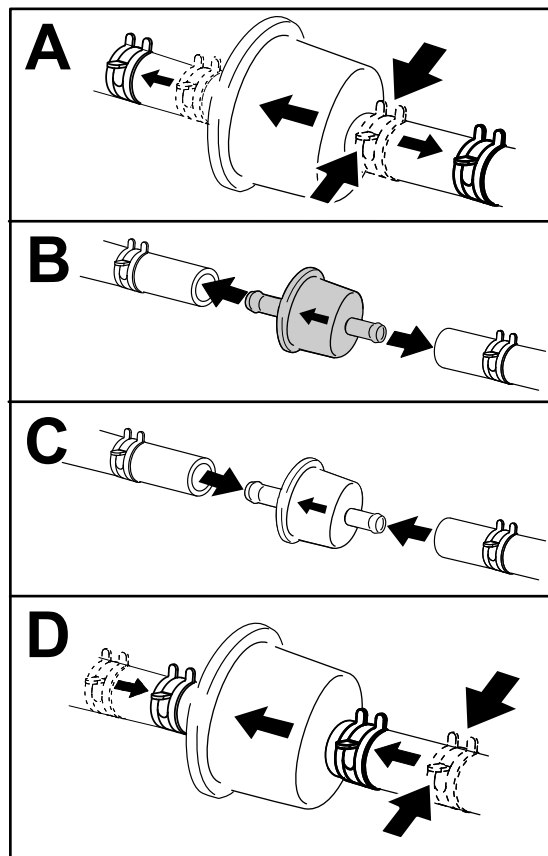

Figura 49
3. Substitua o filtro (Figura 49).